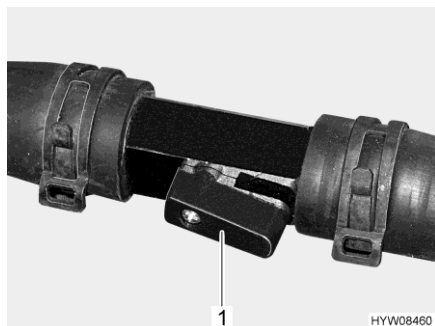

Fig. 171 Robinet d'arrêt (ouvert)
- Placer le levier (Fig. 171,1) parallèlement à la conduite (Fig. 171). Plus le robinet d'arrêt est ouvert, plus la puissance de chauffage est élevée.
- Placer le levier (Fig. 171,1) transversalement à la conduite. Le circuit de chauffage passe par la dérivation.